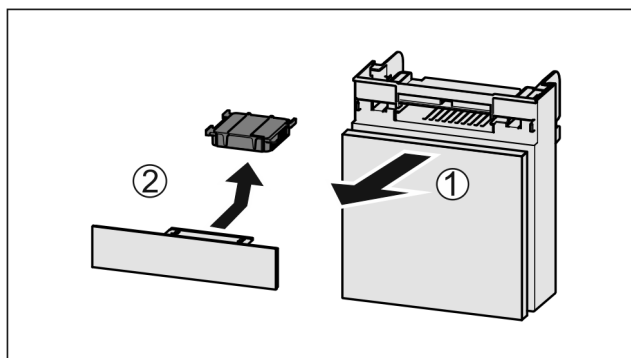

Fig. 38
- ▶ Wyciągnąć Fig. 38 (1) komorę do przodu.
- ▶ Wyjąć Fig. 38 (2) filtr z węglem aktywowanym.